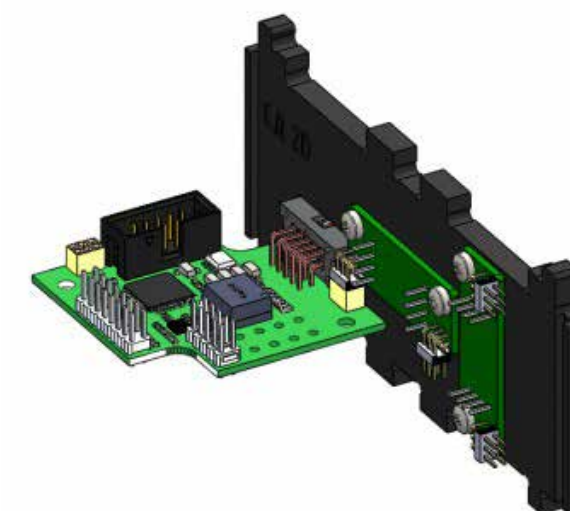

Рисунок 75. Крепление универсальной платы с боковой стенкой
3) Вставить разъем универсальной платы в вырез боковой стенки и закрепить плату солнечного датчика винтами M3x6 (рисунок 75):